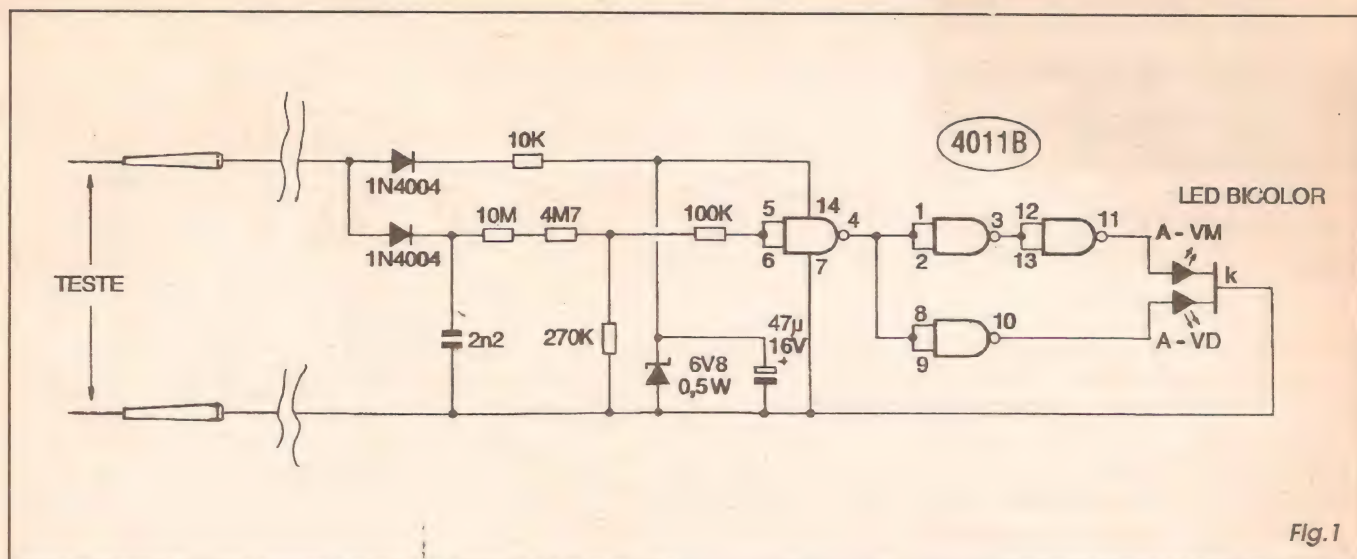

Fig. 1
- FIG. 1 - DIAGRAMA ESQUEMÁTICO DO CIRCUITO - Embora simples na sua concepção e implementação geral, o circuito do VOCA embute uma série de idéias e artifícios inteligentes, aproveitando as capacidades de um integradinho da família digital C.MOS (aparentemente inadequado para aplicações desse tipo...) de forma total... Além disso, a própria indicação através de luminosidades de duas cores distintas, mas usando apenas um LED, também constitui um inteligente truque circuitual de simplificação e sintetização (meramente pelo uso de um ... LED bicolor, atualmente um componente de preço bastante moderado...). O mencionado integrado digital que centraliza as ações, é um 4011B (especificamente neste circuito, um 4001B também poderá ser usado, sem nenhuma outra alteração no diagrama...). Esse integrado precisa de uma tensão de alimentação para seus blocos lógicos internos, na faixa que vai de 3 a 18V, mas tipicamente parametrada entre 5 e 12V... Assim, o valor de 6,8 volts torna-se bastante adequado, e é obtido através de uma fontezinha de C.C. interna, rudimentar porém efetiva: um diodo 1N4004 retifica a C.A. da rede local (presente nos pró-